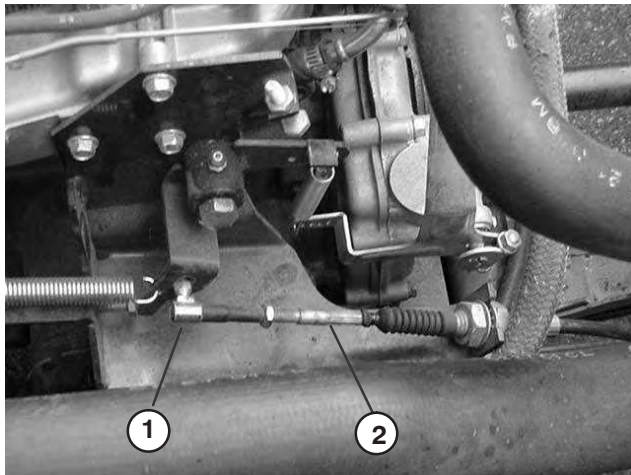

Bild 53
2. Stellen Sie das Kugelgelenk am Bowdenzug (Bild 53) so ein, dass ein Abstand von 5 bis 9 mm zwischen dem Gaspedal und der Oberseite des Bodenplattensternmusters besteht, wenn Sie eine Kraft von 89 N auf die Mitte des Pedals anwenden. Ziehen Sie die Sicherungsmutter fest.